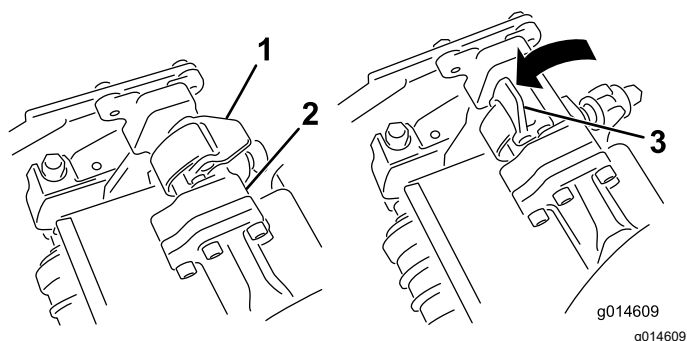
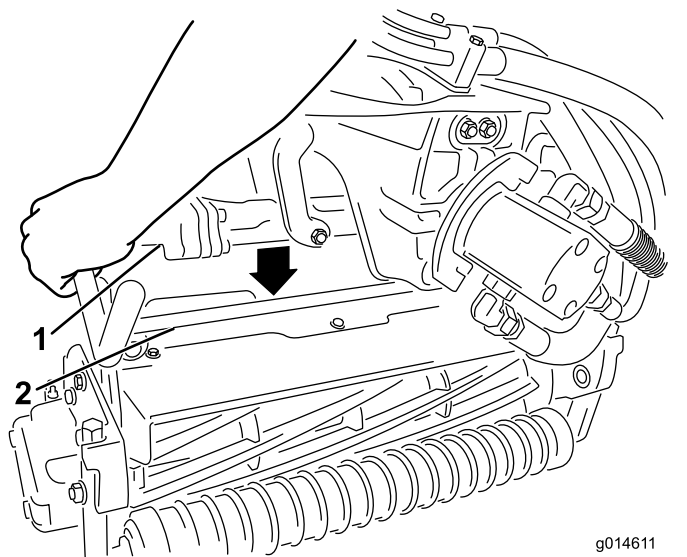

図 47
図 48
3. サスペンションアームのバーについているラッチを上向き開いた状態にして 図 47、サスペンションアームを押し下げて、バーを、カッティングユニットのバーの上に被せるようにする 図 48。
4. ラッチを下げて閉じるとカuttingユニットのバーがロックされてユニットがアームにセットされる図 47。
4. 取り外したいCuttingユニットのサスペンションアームのバーについているラッチを開く(図 47)。